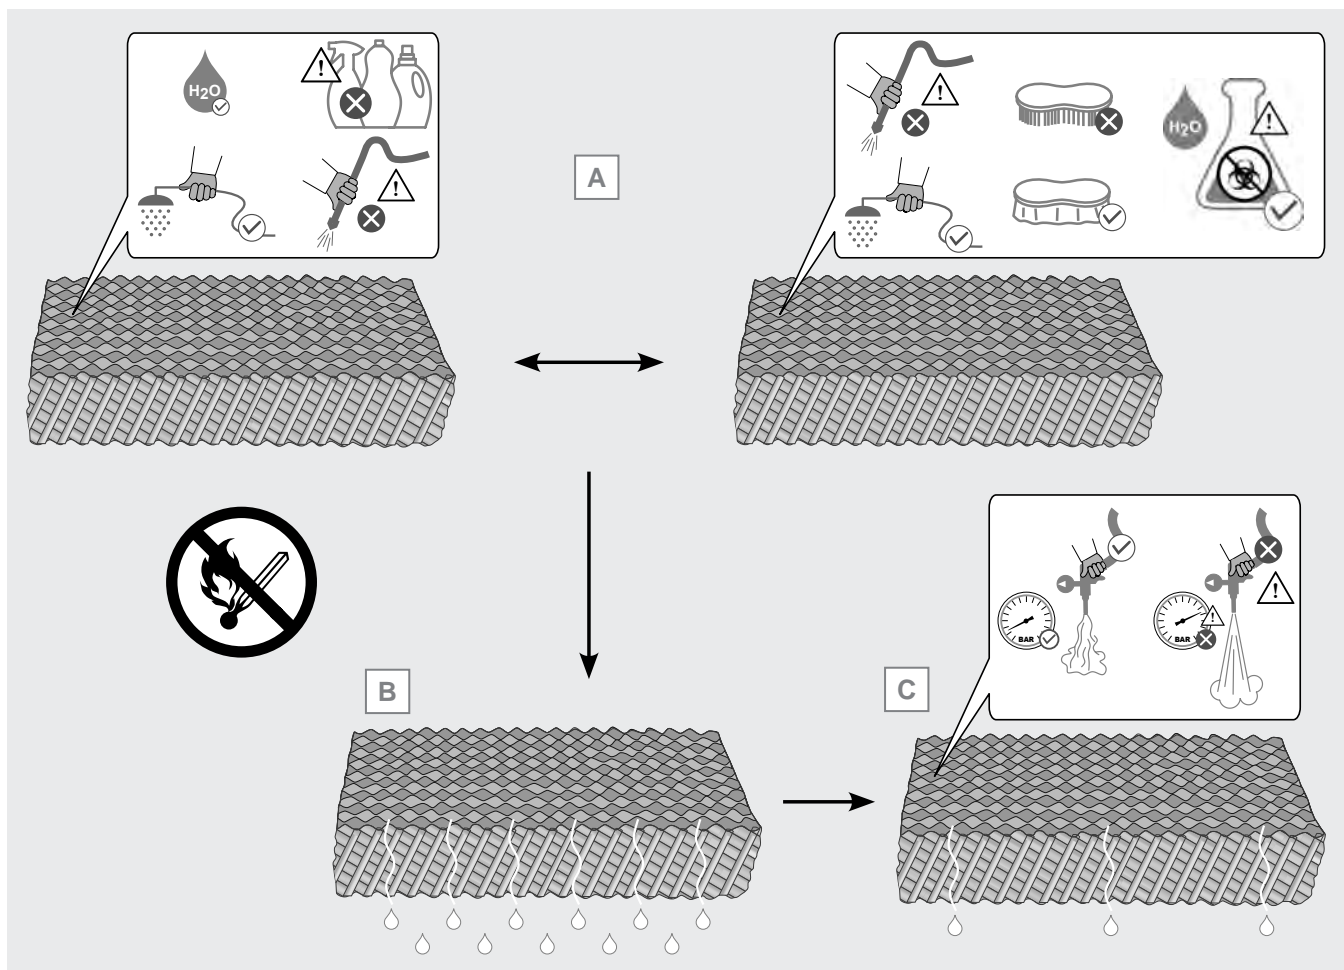

Figura 23
- 12.11.15 Utilice sólo agua para la limpieza rutinaria. Para las características del agua, véase el punto 6.21. No utilice detergentes, desincrustantes, espumantes, sustancias ácidas o alcalinas. El uso de detergentes u otras sustancias no específicas para la limpieza de los paneles puede provocar el deterioro del cartón, la proliferación de algas y el crecimiento bacteriano. Las algas, las bacterias y los microorganismos en general pueden comprometer permanentemente la estructura del cartón y, por tanto, su rendimiento. Véase la Figura 23 A.
12.11.18 Después de la limpieza, deje escurrir el agua del panel durante unos minutos, véase la Figura 23 B. Si es necesario,
elimine el exceso de agua con un chorro de aire comprimido a baja presión. Tenga cuidado de no dañar los paneles con una presión excesiva, véase la Figura 23 C.